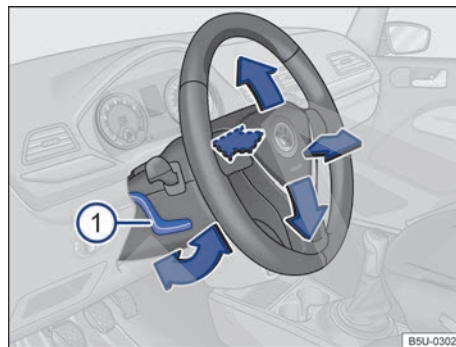

Fig. 68 Ajustar la posición del volante.
- Empujar la palanca → fig. 68 ⓘ hacia abajo y colocar el volante en la posición deseada.